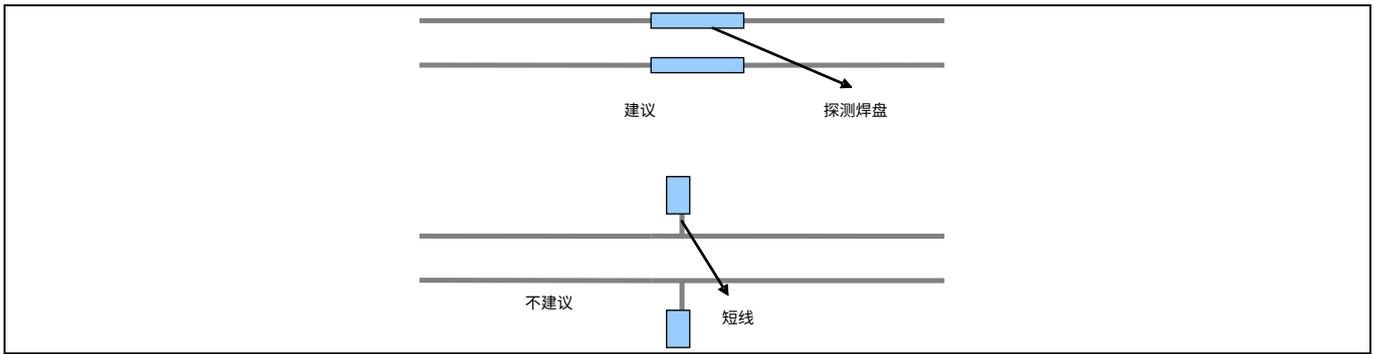

Figure 27 探测焊盘放置
- 避免所有 USB 线上存在短线。如果各线上需要焊盘，用于探测，那么这些焊盘不能超过短线形式的走线。Figure 27 说明了这个内容。